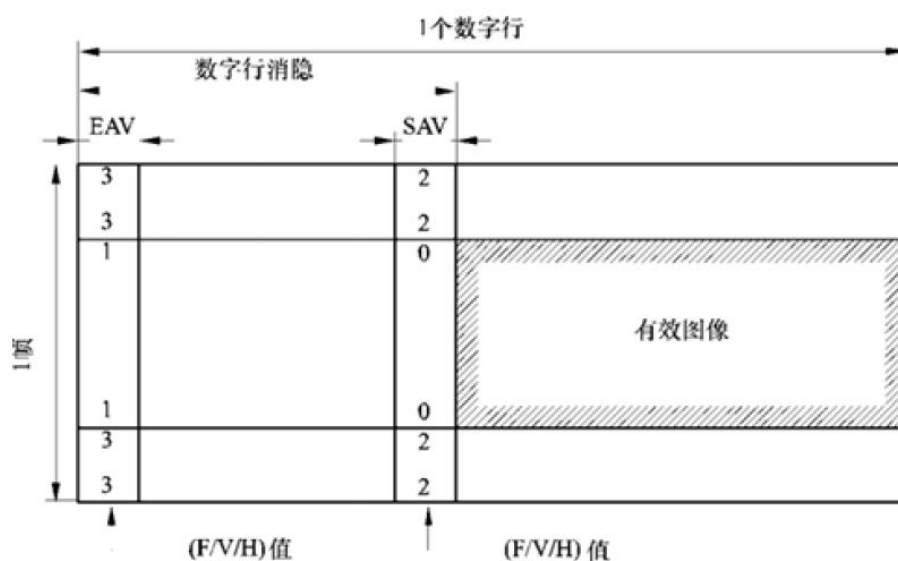

图 25 BT.656 内同步格式
- BT.656 采用内同步：图 25 是 BT.656 内同步格式。